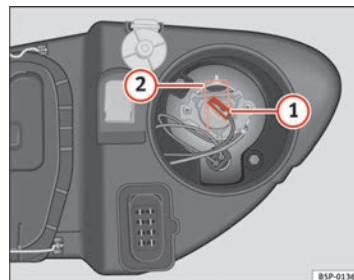

Abb. 189 Fernlicht
- Ziehen Sie den Stecker ⇒ Abb. 189 ① von der Lampe ab.
- Die Haltefeder ⇒ Abb. 189 ② durch Eindrücken und Rechtsdrehung abnehmen.